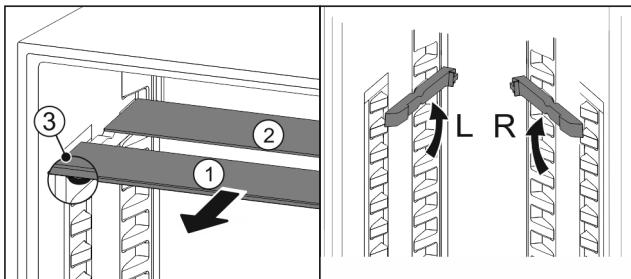

Fig. 70
- ▶ Retire las planchas de cristal individualmente hacia delante Fig. 70 (1).
- ▷ La placa de vidrio Fig. 70 (1) con moldura está situada delante.
- ▷ Los topes Fig. 70 (3) miran hacia abajo.